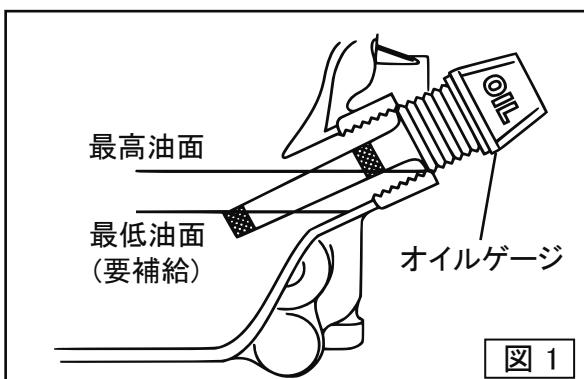

図1
- 5 エンジンを水平にしてオイルを点検し、不足している場合は補充してください。(図1) エンジンオイルは下記の表にしたがって使用してください。